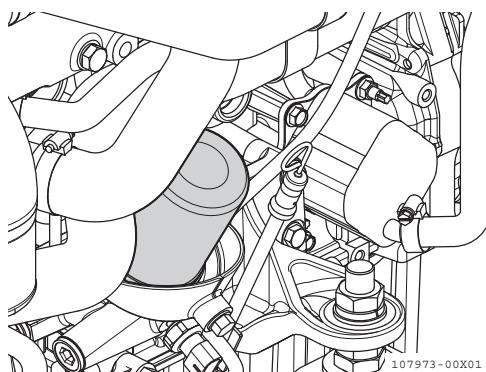

Abbildung 2
3. Den Motorölfilter (**Abbildung 2**) mit einem Ölfilterschlüssel entfernen (entgegen dem Uhrzeigersinn drehen).